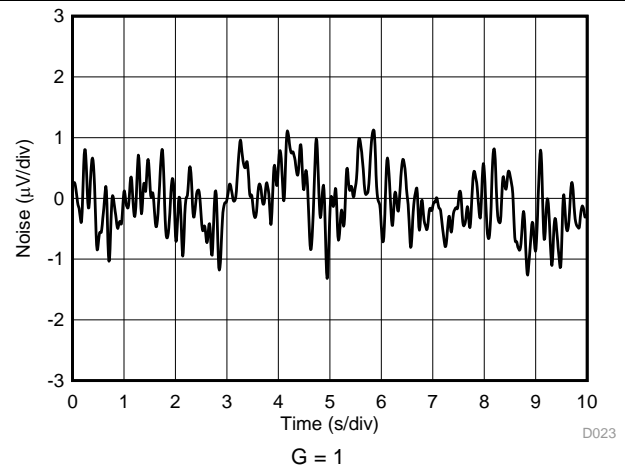

图 24. 0.1-Hz to 10-Hz RTI Voltage Noise
0.1-Hz to 10-Hz RTI Voltage Noise, $G = 1$	图 24